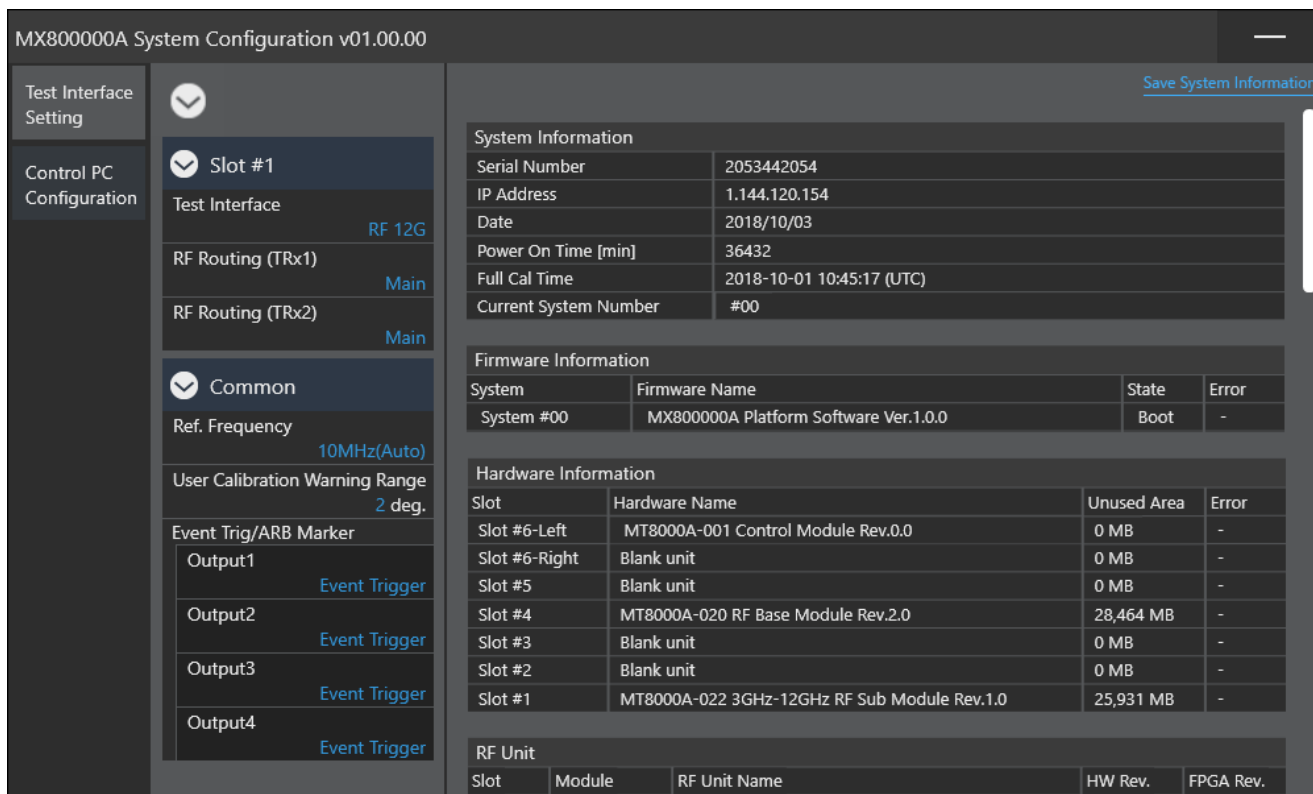

Рисунок 8.7
9.1 В главном окне программы открыть вкладку System Configuration (рисунок 8.7).